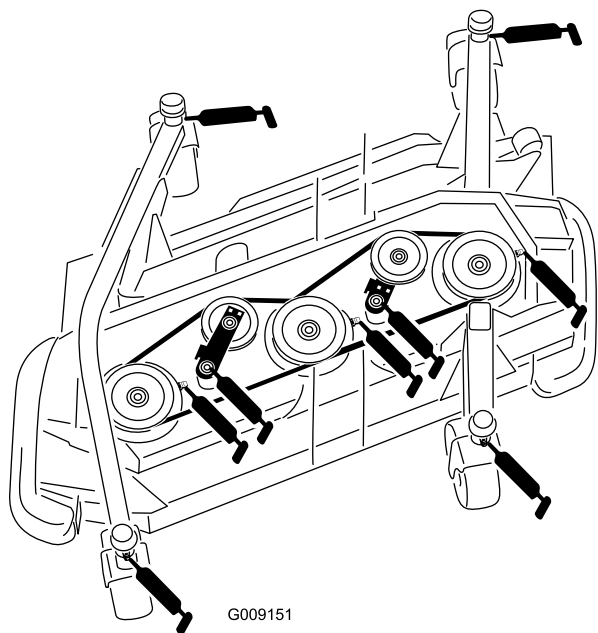

図 74
- キャスタフォークのシャフトのブッシュ4ヶ所 図 74
- スピンドルシャフトのベアリング3ヶ所スピンドルハウジング 図 74
- アイドラームのピボットのブッシュ2ヶ所アイドラピボットのシャフト 図 74